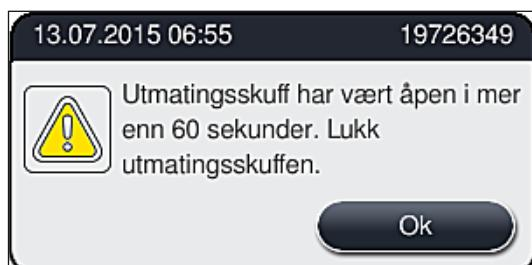

Fig. 87
- Brukeren får en informasjonsmelding (→ "Fig. 87") hvis utmatingsskuffen er åpen i mer enn 60 sekunder.